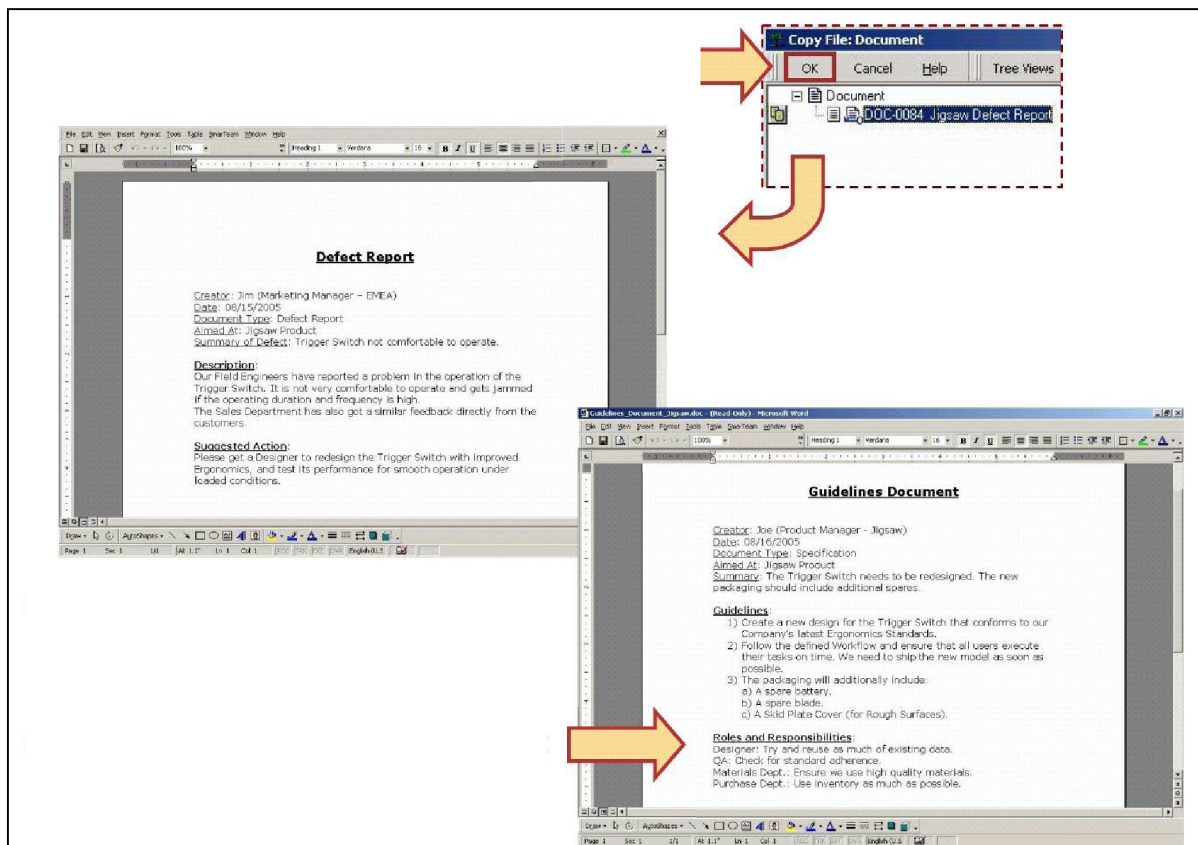

Рис. 64. Просмотр инструкций
- Точно так же откройте документ «Guidelines Document» для просмотра инструкций Джо (рис. 64).